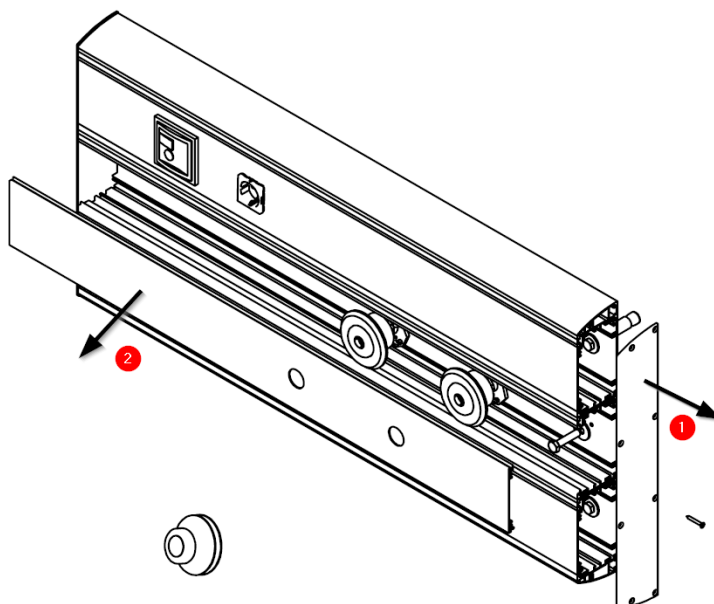

Fig.2 Retirada de testero lateral y posteriormente de la cobertura frontal de gases
Para equipos de superficie en que se ha solicitado el equipo con testeros en PVC deberá retirarse al menos un testero (1) antes de retirar la tapa del circuito de gases (2) (Véase Fig.2).